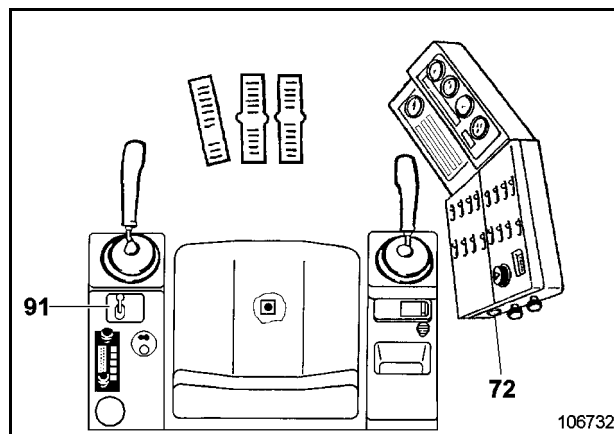

Fig. 2-44:
- Poner hacia atrás la palanquita (91, Fig. 2-44:) para la regulación de la calefacción a mín. (potencia de calefacción = 0).
- Poner la palanquita (91, Fig. 2-44:) en función del grado de calefacción hacia adelante. La posición delantera representa el poder de calefacción máximo.